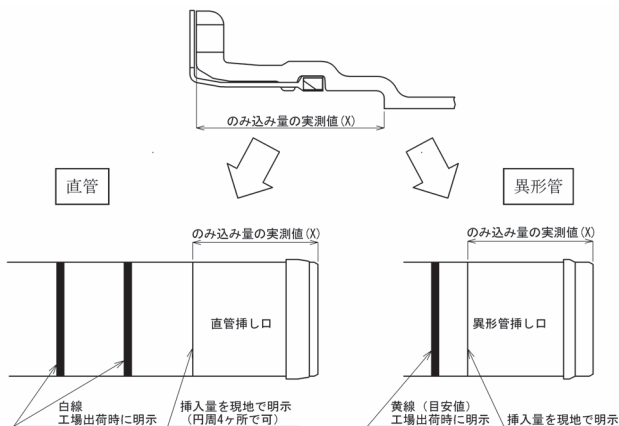

図28 挿し口の挿入量(X)
押輪およびゴム輪を挿し口へセットする前に、異形管受口端面から受口奥部までののみ込み量の実測値 (X) を測定する。それを挿し口の挿入量 (X) として挿し口外面全周 (または円周4ヵ所) に白線で明示する (図28参照)。